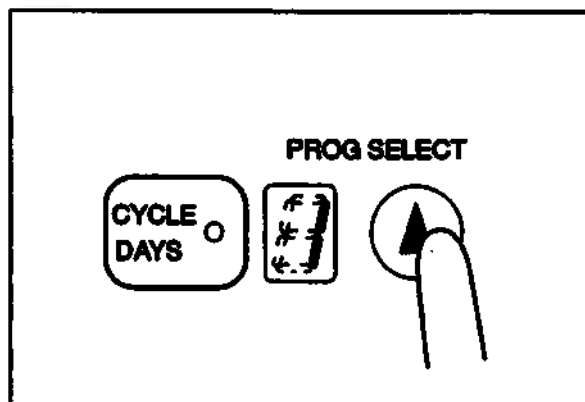

Рис. 5.10
1. Нажмите на кнопку «PROG SELECT_» на главной панели управления, чтобы на дисплее отобразился выбранный номер программы. Другие параметры программы, номер которой отображён на дисплее, будут отображены на дисплеях вспомогательной панели управления (см. рис. 5.10).